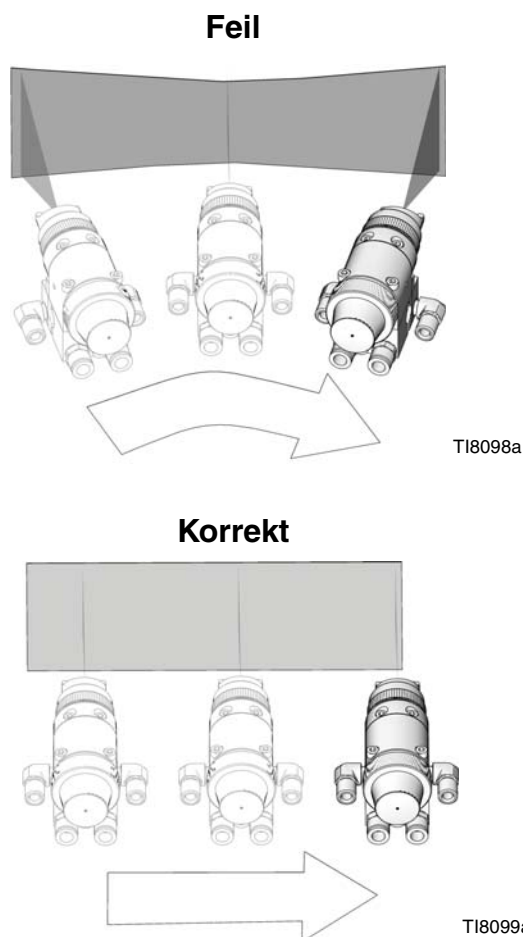

FIG. 10: Riktig sprøytemetode
- Bruk myke, parallelle strøk over overflaten som skal sprøyte, med 50 % overlapping. Se FIG. 10.